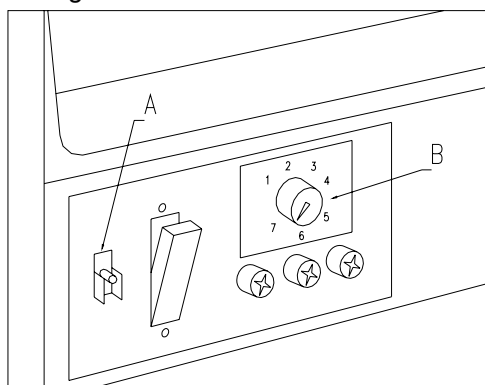
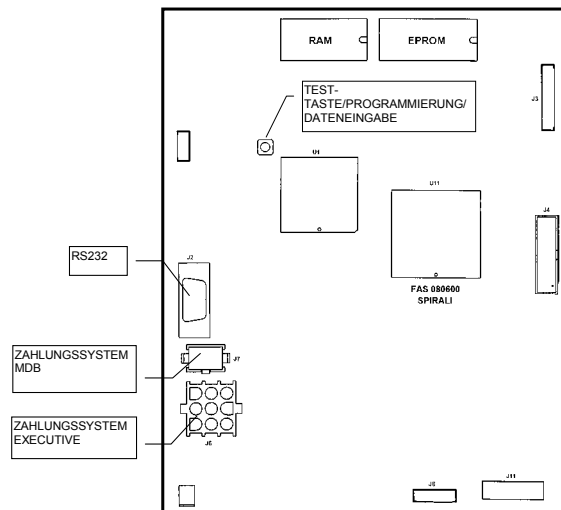

Abb. 3
Abb. 5
7.1 MIKROSCHALTER TÜR (Abb. 3)
Auf dem unteren linken Stütze befindet sich ein Mikroschalter Punkt A Abb. 3, der gegen zufälligen Antrieben geschützt ist und der nur durch den dazu bestimmten Schlüssel in Ausrüstung betätigt werden kann. Der Mikroschalter dient, gemäß den Normen, um alle elektrischen Teile der Maschine zu entspannen, wenn die Tür geöffnet wird. Falls nötig kann die Spannung wieder eingeschaltet werden, indem man den dazu bestimmten Schlüssel einsteckt. "VOR DEM SCHLIESSEN DER TÜR MÜSSEN DIE SCHLÜSSEL VOM ELEKTRISCHEN SCHALTBRETT ABGEZOGEN WERDEN "
Drückt man den Knopf "Test", der sich auf der Karte im Kasteninnern des Münzschatgerätes befindet, so wird der Verkaufsautomat wieder in Betriebsbereitschaft versetzt (Reset) (**Abb. 5**). Wenn der Türmikroschalter geschlossen wird (**Abb.3 Punkt A**), beginnt die Maschine das Selbstgestaltungsverfahren, das darin besteht, die Zahl der Spiralen, die sich in jeder Schublade befinden, zu prüfen. In dieser Phase erscheint auf dem Display einige Minuten lang die Schrift **"TEST 12"**. Am Ende tritt der Automat in Betrieb.
Es ist möglich, auch einen Test Automatenfunktion durchzuführen. Zu diesem Zweck die Testtaste (**Abb.5**) drücken, die sich auf der Hauptkarte befindet. Auf dem Display erscheint die Anzeige **" AUSWAHL OK"** oder es könnte ein Anzeige erscheinen (Beispiel 12, 14...), Dieser deutet darauf hin, daß sich während des Betriebes eine Unregelmäßigkeit ereignet hat und daß die Spirale außer Tätigkeit sind. Die auf dem Display angezeigte Wahl zur Instandsetzung durchführen. Falls während der Probe ein Betriebsfehler stattfindet, bleibt auf dem Display der Spirale- oder Modulidentifizierer. Andernfalls geht man auf die nächste Spirale über, die außer Tätigkeit ist. Falls jede Auswahl in Ordnung ist, wird auf dem Display die entsprechende Schrift erscheinen.